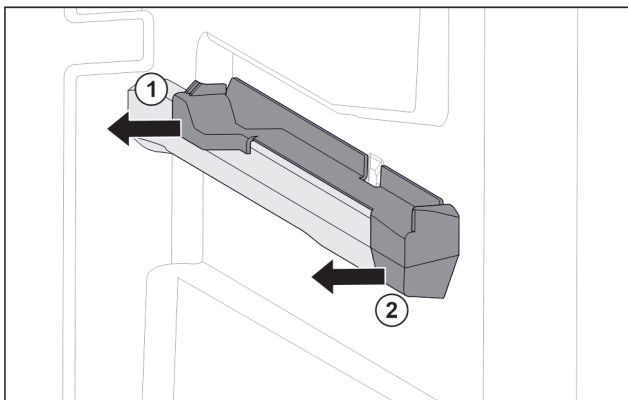

Fig. 108 Élément emboîtable sur la nervure de récipient droite
- ▶ Le retirer sur le côté par l'arrière. Fig. 108 (1)
- ▶ Le retirer sur le côté par l'avant. Fig. 108 (2)